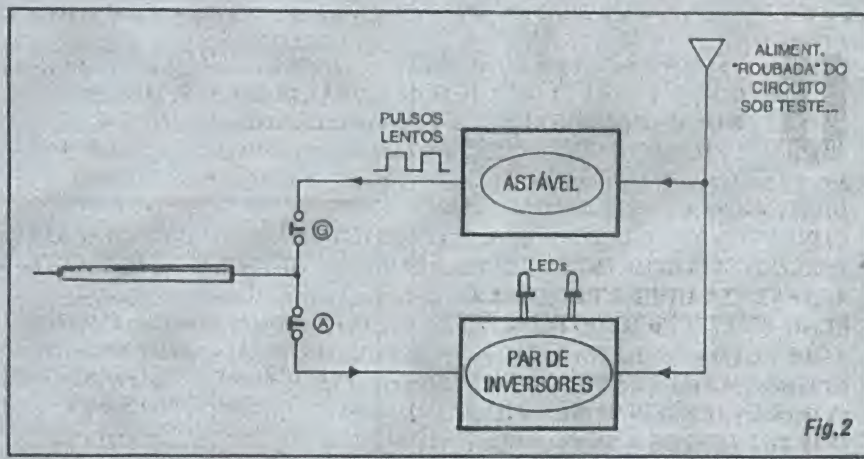

Fig. 2
- FIG. 2 - DIAGRAMA DE BLOCOS (PARÀ ENTENDER MELHOR... ) - Quem encontrou alguma dificuldade em compreender o funcionamento geral do DITE e a sua "divisão de funções", observando o diagrama de blocos perceberá mais facilmente a idéia: são, na verdade, dois circuitos ou módulos totalmente independentes, a não ser pelo compartilhamento da alimentação (que é - conforme foi dito - "roubada" do circuito sob teste ou análise...). Um dos módulos é um oscilador lento, ASTÁVEL de baixa Frequência, gerando um "trem" de pulsos digitais bem nítidos... O outro não passa de uma dupla de inversores, "enfileirados", cada um acionando um LED de cor diferente em sua Saída... Cada um desses dois módulos pode, opcionalmente, ser acoplado à Ponta de Prova (premiando-se o interruptor G no primeiro